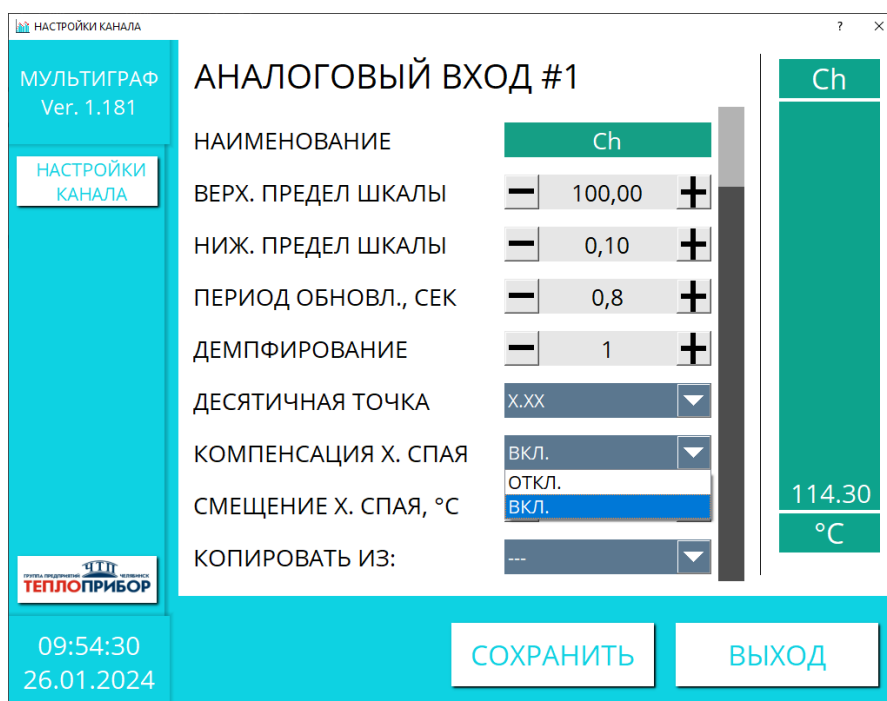

Рисунок 2.16 – Компенсация холодного спая
2.3.3.1.11 При измерении температуры с помощью термопары, становятся доступны разделы «КОМПЕНСАЦИЯ Х. СПАЯ», в котором можно включить либо отключить компенсацию температуры холодного спая и «СМЕЩЕНИЕ Х. СПАЯ, °С» в котором для корректировки значений устанавливается смещение температуры холодного спая в диапазоне ± 10 °С с шагом 0,1 °С (рис. 2.16).